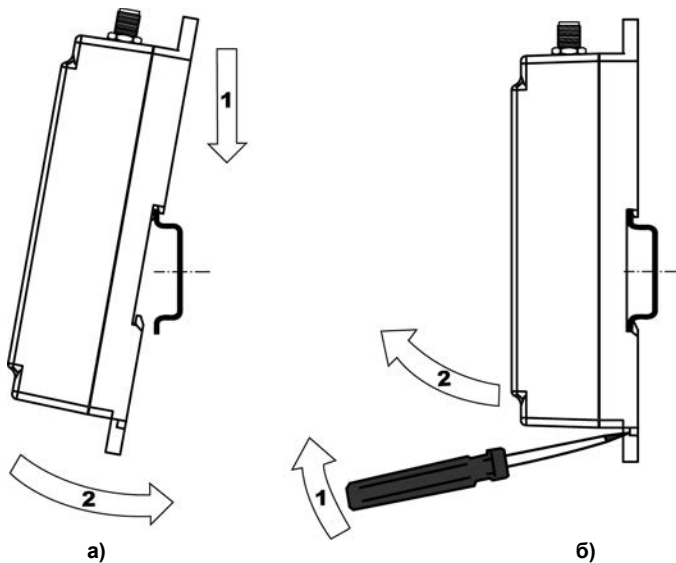

Рисунок 6.1 – Монтаж контроллера с креплением на DIN-рейку
- 3 Контроллер с усилием прижимается к DIN-рейке в направлении, показанном стрелкой 2, до фиксации защелки (рисунок 6.1, а);
- 4 Для съема контроллера с DIN-рейки в проушину защелки вставляется острое отвертки (см. рисунок 6.1, б), и защелка отжимается по стрелке 1, после чего контроллер отводится от DIN-рейки по стрелке 2.